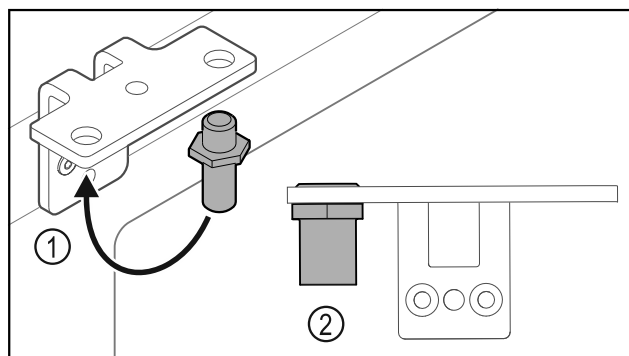

Fig. 17
► Перемістити палець Fig. 17 (1) у шарнірному кутику.
- ▶ Затягнути палець Fig. 17 (2) з **обертальним моментом 12 Нм.**